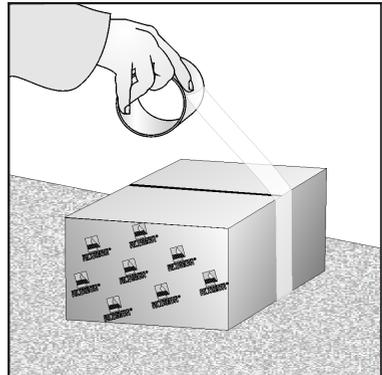

Abb. 06
- d) Verpackung der Zuberhörteile (Abb. 06).